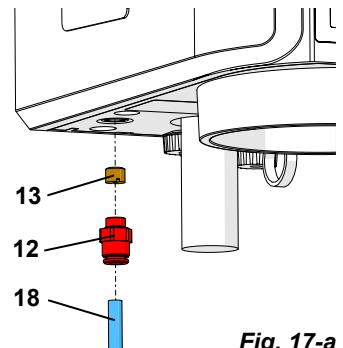

Fig. 17-a
**Filtro di ingresso innestato, davanti al raccordo dell'aria compressa (Fig. 17-b).**
- ⇒ Spingere verso l'alto l'anello situato sul filtro d'entrata (13) e sfilare il tubo pneumatico (18).
- ⇒ Spingere verso l'alto l'anello sul raccordo per l'aria compressa (12) e togliere il filtro d'entrata (13).